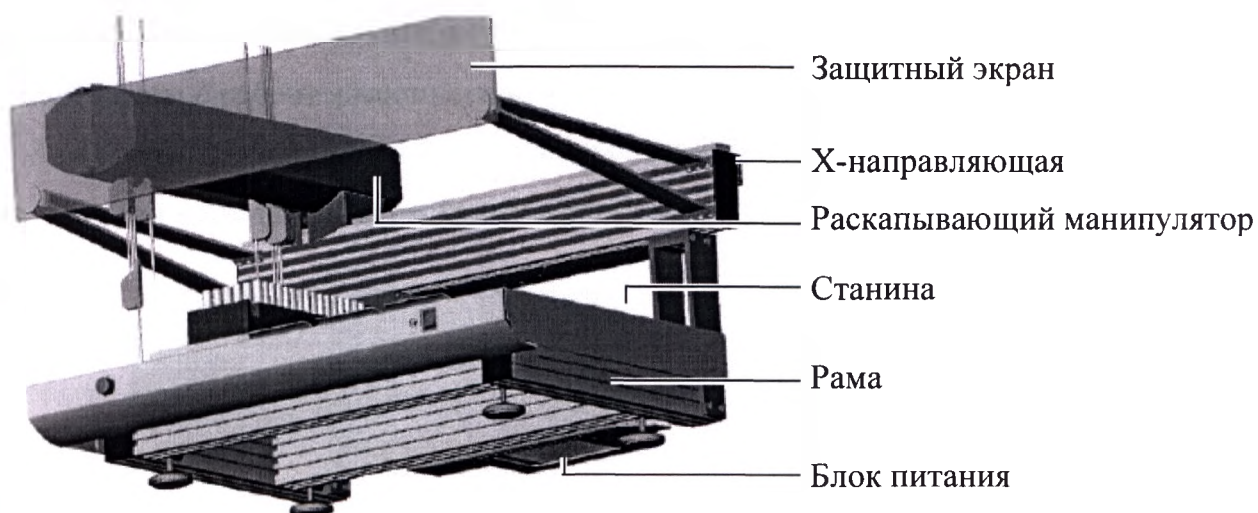

Рисунок 7
6.1.1 Комплекс (см. рисунок 7) построен на прочной раме, поддерживающей X-направляющую и основание.